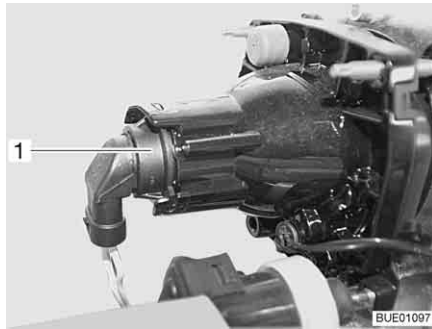

Bild 265 Halvljus/helljus/parkeringsljus
- Greppa tag bakom lampfästet (Bild 265,1).